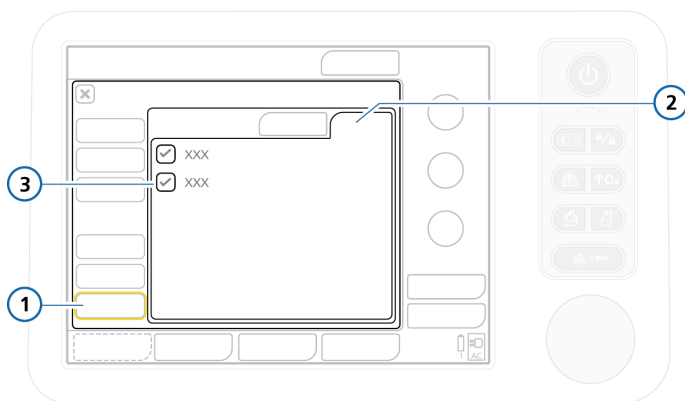

图 J-14. 启用氧饱和度选项板
1. 打开“配置”窗口触摸“Options”按钮，然后触摸“HW options”选项卡（图 J-14）。